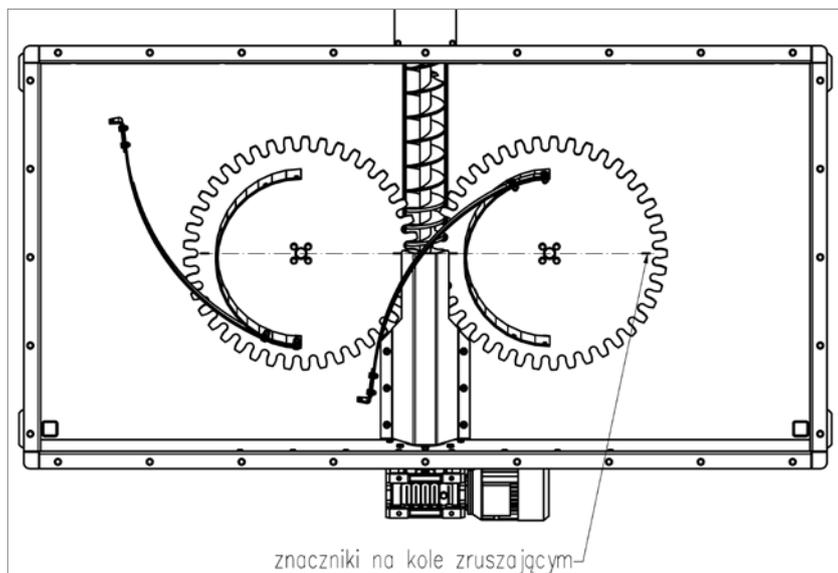

Рис. 2.1 Схема установления смешивающих колес в резервуаре, мощность до 120кВ
- а. в составах мощностью 120кВ смешивающие колеса следует установить так, чтобы нанесены на них маркеры находились на одной линии, в то время как упругие планки должны находиться в положении указанном на *рис. 2.1*.